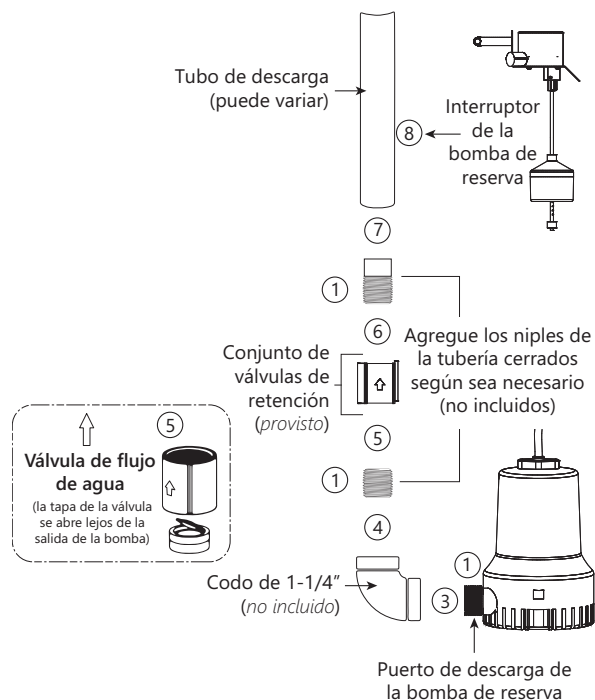

Figura 4. Método de instalación A
- Aplique (2) vueltas de cinta de sellado de rosca a todas las roscas.
- Asegúrese de que la válvula de retención esté instalada en la dirección correcta. Vea el dibujo del recuadro en la Figura 4.